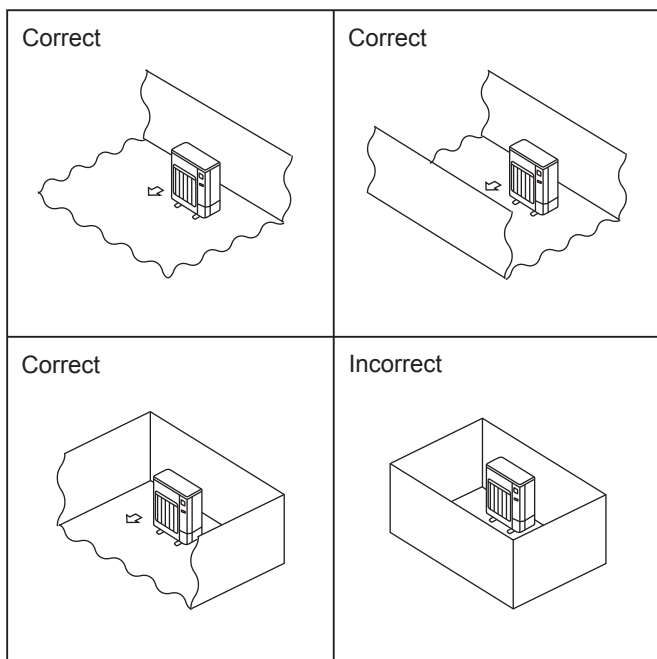

Fig. 2-2
- ⓪ Installer l'appareil extérieur à un endroit où l'une des quatre faces au moins est libre, et dans un espace suffisamment grand sans dépressions. (Fig. 2-2)